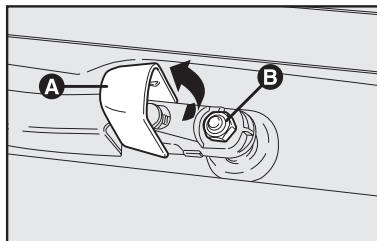

fig. 20
Sustitución de la escobilla del limpiacristal - fig. 20
1) Levante la tapa de protección **A**-fig. 20.
2) Destornille la escobilla y sustítuylala **B**-fig. 20.